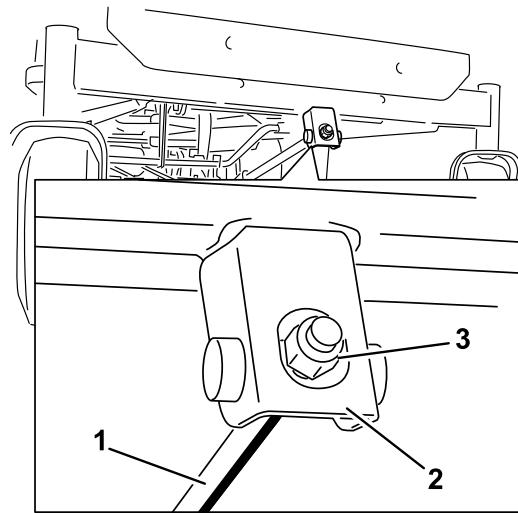

Bild 73
- Drehen Sie für das Einstellen der Schnittmesserneigung in Längsrichtung die Einstellmutter vorne am Mähwerk (Bild 73).